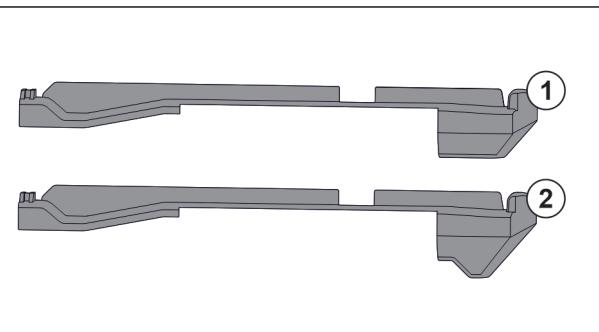

Fig. 62 Usporedba natičnih dijelova
U uređaju se nalaze dva različita natična dijela. Natični dio iznad najdonje ladice Fig. 62 (2) ima trokutasti rub. Svi drugi natični dijelovi Fig. 62 (1) imaju ravan rub.
- ▶ Postavite natični dio Fig. 62 (2) s trokutastim rubom iznad najdonje ladice.
- ▶ Postavite natični dio Fig. 62 (1) s ravnim rubom na svim drugim stranama.